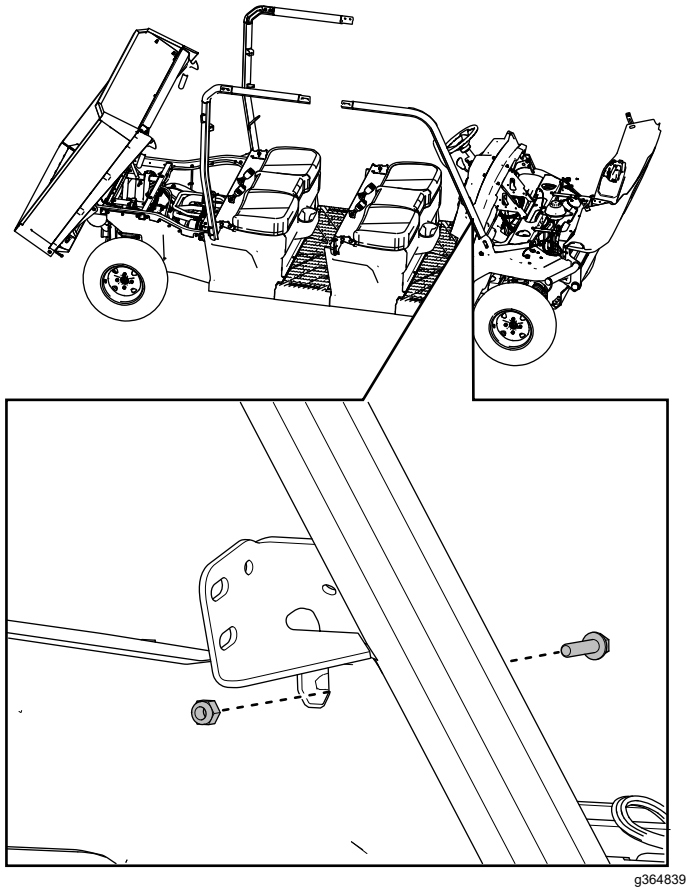

Bild 45
11. Befestigen Sie die rechte, vordere Überrollbügelbaugruppe mit einer Sechskant-Scheibenkopfschraube ($\frac{1}{4}$ " x 1") und einer Sicherungsmutter ($\frac{1}{4}$ ") lose am Armaturenbrett, wie in **Bild 45** dargestellt.